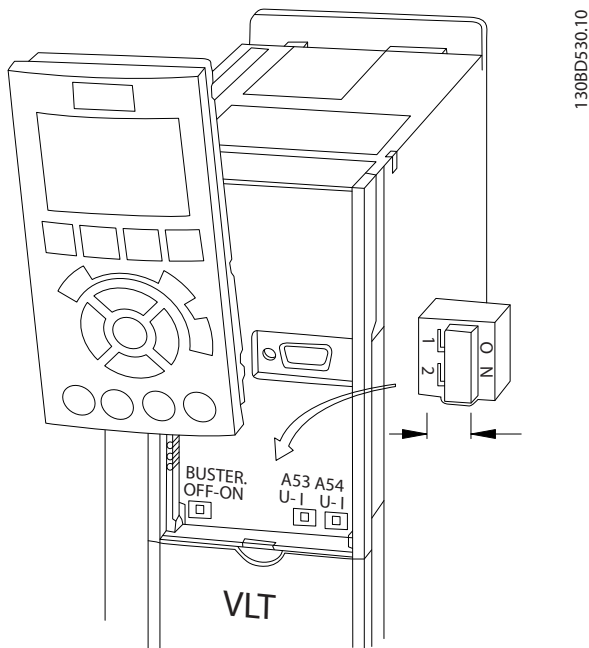

Рисунок 4.13 Расположение переключателей клемм 53 и 54
1. Снимите панель местного управления (см. Рисунок 4.13).
- Замкните каждый сегмент на обоих концах, используя либо переключатель оконечной нагрузки (включатель/выключатель клеммной шины, см. Рисунок 4.13) на преобразователях частоты или оконечную резисторную схему со смещением.